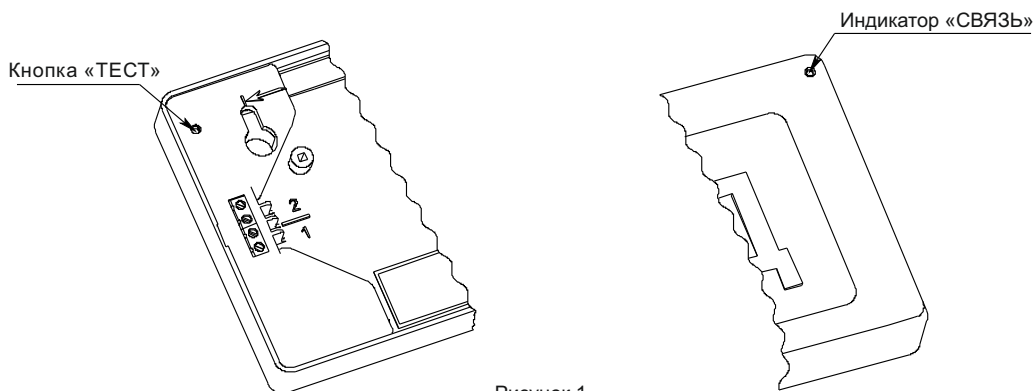

Рисунок 1
2.7 Для информации о состоянии оповещателя предусмотрен оптический индикатор «СВЯЗЬ» (Рисунок 1). Режимы индикации приведены в таблице 1.
5.3 Контроль работоспособности оповещателя осуществляется нажатием на встроенную кнопку «ТЕСТ» (Рисунок 1) при помощи тонкого цилиндрического предмета, например, канцелярской скрепки или направлением луча оптического тестера ОТ-1 на индикатор «СВЯЗЬ» (луч следует направлять перпендикулярно плоскости установки извещателя).